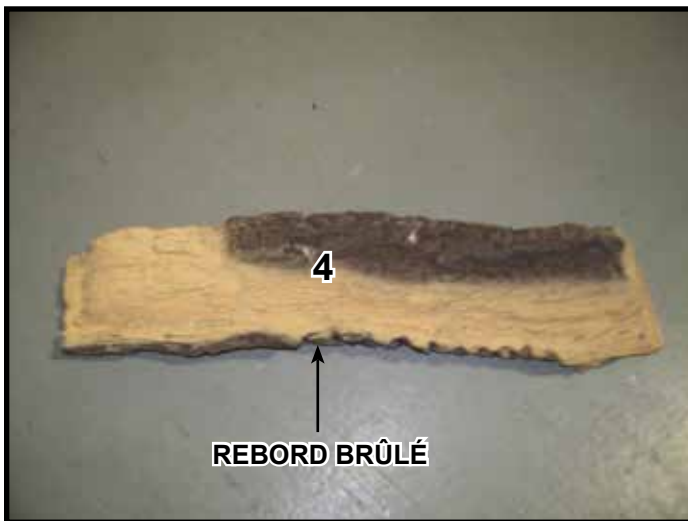

Figure 8.
**Bûche n° 4 (2284-704) :** Voir la figure 8. Placez la bûche n° 4 dans l'appareil avec le rebord face au centre. Le bas de la bûche n° 4 reposera sur le bas du réfractaire. Glissez le bas de la bûche n° 4 jusqu'à ce qu'elle touche le côté de la bûche n° 2. La bûche devrait aussi être positionnée aussi près que possible du brûleur. Faites reposer le sommet de la bûche n° 4 dans l'encoche au sommet du coin gauche de la bûche n° 1. Voir figures 3 et 9.